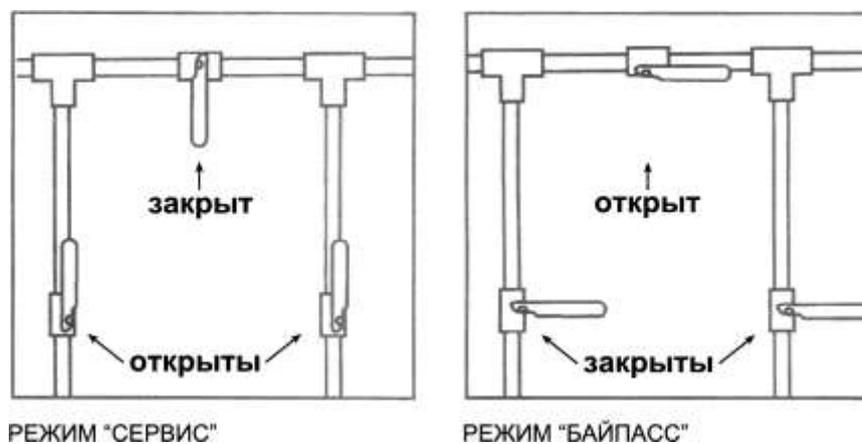

Рис. 1
Правила эксплуатации водопроводно-канализационных систем, предполагают использование на месте установки системы фильтрации воды перепускного крана (см. Рис. 1). Перепускной кран упрощает установку и обслуживание системы фильтрации. Он также, в случае необходимости, обеспечит подачу к потребителю неочищенной воды. Рекомендуется открывать перепускной кран при проведении работ по обслуживанию скважины, водопровода или насоса с последующим сливом первых порций загрязненной воды до запуска системы фильтрации.
3. После завершения промывки откройте выходной кран (положение кранов «Сервис» см. Рис. 1). Сливайте воду через систему фильтрации в течении 15 минут (например, откройте кран в ванной комнате, а через 15 минут закройте).
1. Перекрыть воду на входе и выходе системы фильтрации см. Рис. 1 положение «Байпас».